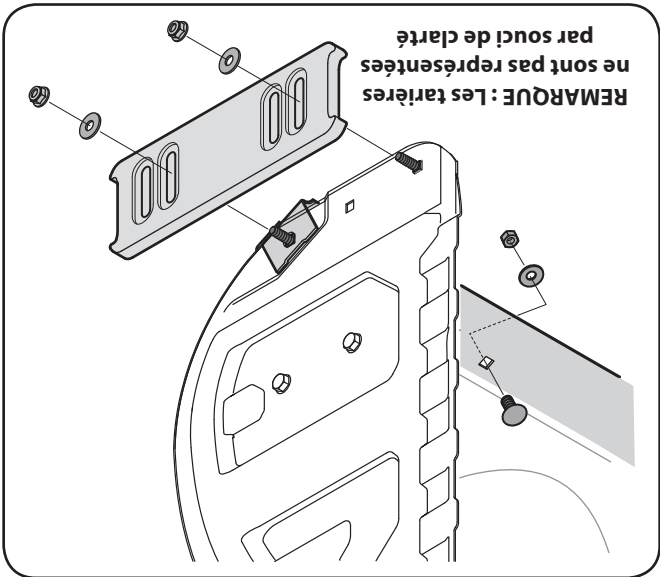

Figure 6-1
2. Faites pivoter les nouveaux patins et remettez-les en place avec les boulons ordinaires (deux sur chaque côté) et les contre-écrous à embase. Voir la Fig. 6-1.